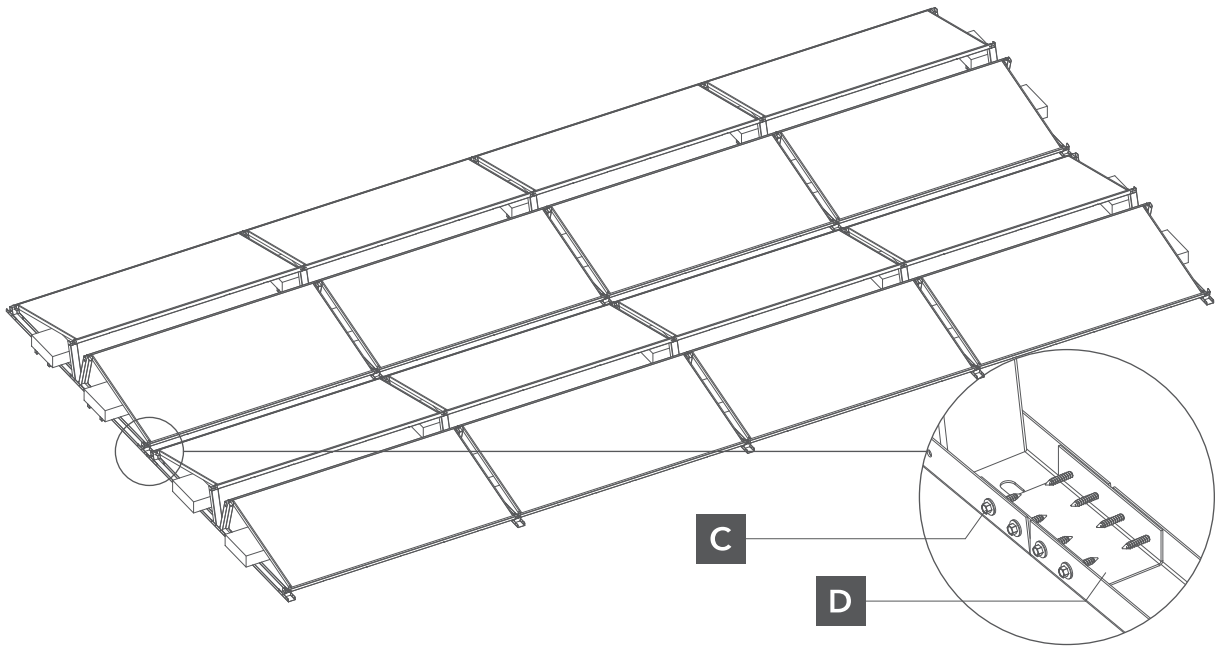

Abb. 5 Verbindung der Montagedreiecke mit einem Verbinder
- 5** Wenn zwei oder mehr Reihen von Photovoltaikmodulen installiert werden sollen, müssen die Montagedreiecke mit einem Verbindungsstück verbunden werden (Abb. 5).